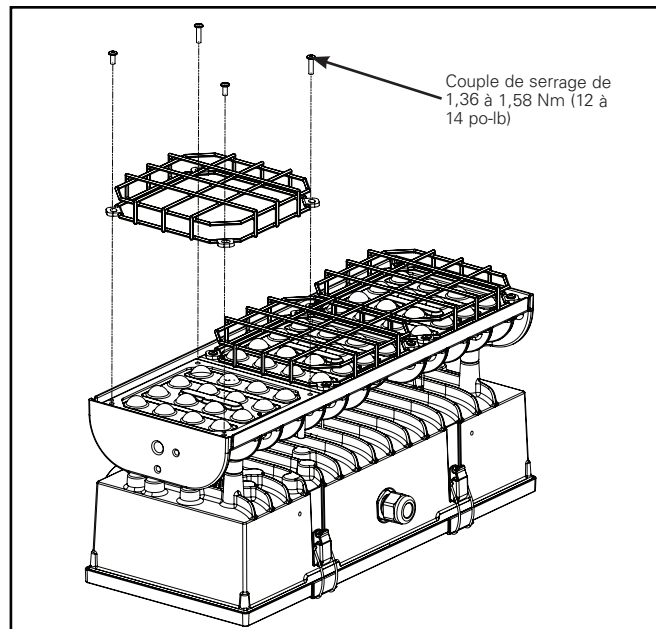

Figure 13.
Grille de protection (figure 13)
1. Desserrez et retirez les quatre (4) vis Torx n° 8-32 existantes sur la face du luminaire (fig. 13).
2. Alignez le protecteur de fil métallique situé sur les pinces de lentille et correspondant aux quatre (4) trous existants.
3. Utilisez les quatre (4) vis cruciformes n° 8-32 fournies pour serrer la grille de protection en place sur chaque carré de lumière à DEL.